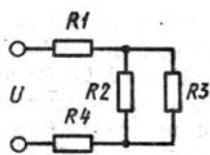

Рис. 4
4. На рис. 4 представлена схема электрической цепи с источником, имеющим $U = 50 \text{ В}$, нагруженным на потребитель, состоящий из резисторов $R_1 = 80 \text{ Ом}$, $R_2 = 300 \text{ Ом}$, $R_3 = 700 \text{ Ом}$, $R_4 = 110 \text{ Ом}$.